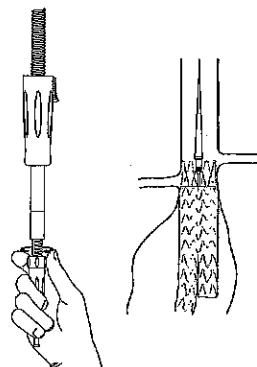

Figura 9. Ricattura dello stelo nella punta conica
4. Con l'altra mano ruotare in senso antiorario la rotella all'estremità posteriore ricatturando lo stelo nella punta conica (figura 9).
6. Continuare a girare la rotella dell'estremità posteriore in senso antiorario finché lo stelo non viene ricatturato completamente e la rotella dell'estremità posteriore non viene a trovarsi nella parte bassa (figura 9).